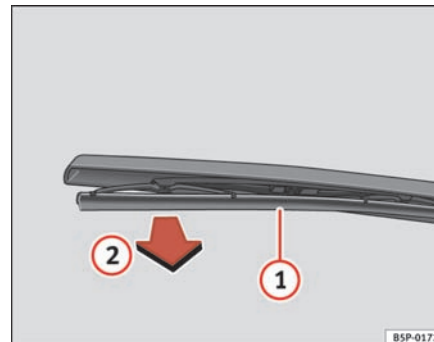

Fig. 171 Udskiftning af viskerblad bagpå
- Løft viskerarmen ud fra ruden ⇒ fig. 171.
- Clips viskerbladet af **1**, og træk det af **2** ⇒ fig. 171.